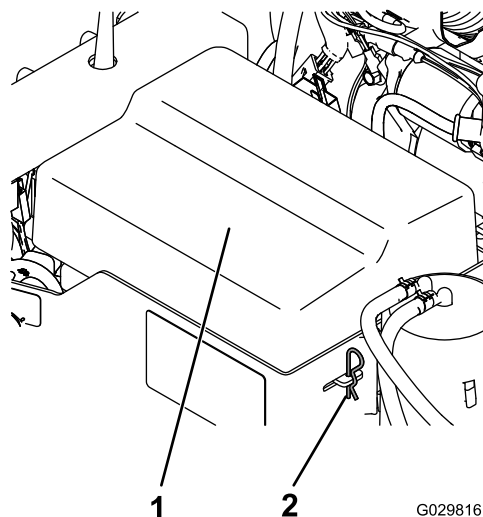

Figura 3
1. Retire los clips que sujetan la tapa de la batería a la caja de la batería (**Figura 3**).